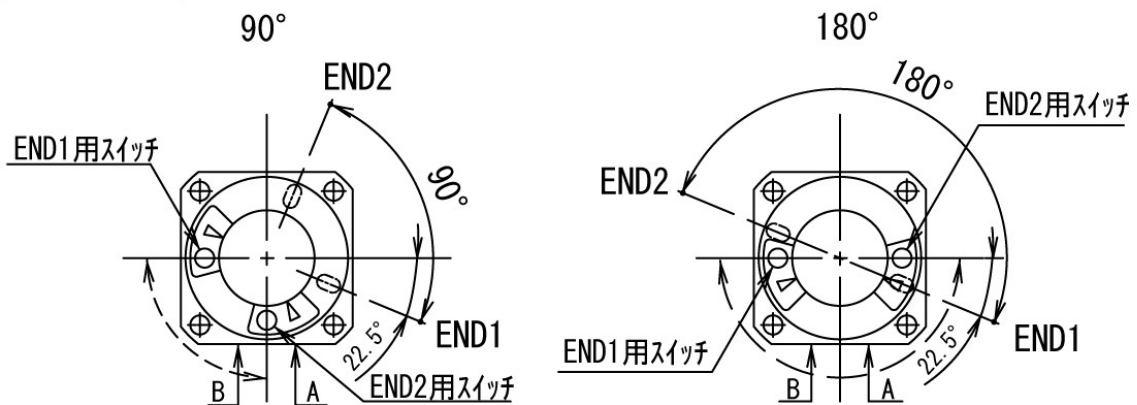

図 9
- 揺動範囲を示す図 9、10 において、実線 90° および 180° の矢印は、テーブル面上にある位置決め用ピン穴の揺動する範囲を示し、ピン穴が END1 にある場合、END1 用スイッチが動作し、END2 にある場合、END2 用スイッチが動作します。